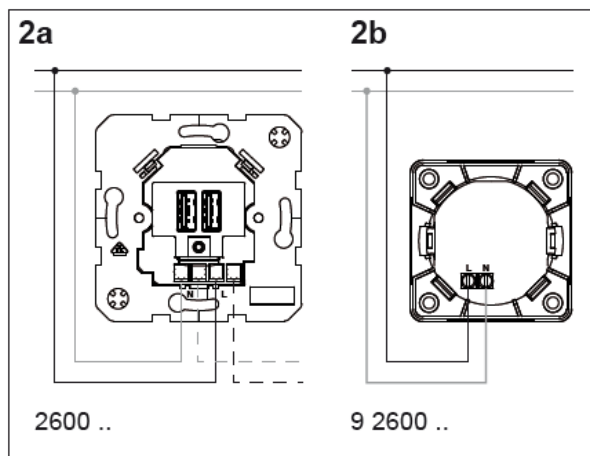

Рис. 4: Схема подключения диммера с дополнительным устройством вспомогательной зоны
- Подключите диммер (1) и дополнительное устройство (7) в соответствии со схемой (Рис. 4).